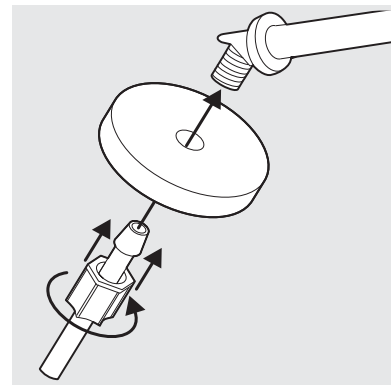

figura 5
9. Empuje el sello del tubo sobre las rosas (figura 5). Empuje el tubo de suministro de agua de plástico en el tubo de entrada de agua lo más adentro posible; después apriete con los dedos la tuerca de compresión de nylon en el extremo roscado del tubo de entrada. Apriete otra 1/2 vuelta con una llave. NO apriete excesivamente.